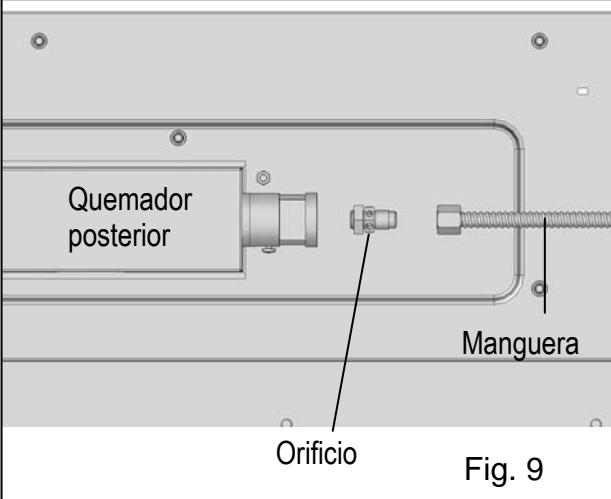

Fig. 9
- Use la llave inglesa para retirar el orificio del quemador posterior y la manguera. (Fig. 9)